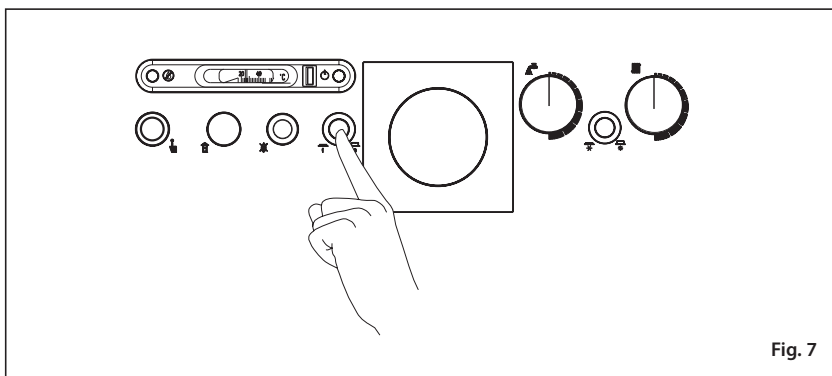

Fig. 7
3.2.1 Pornirea centralei (fig. 7)
3.2.5 Oprirea centralei (fig. 7)